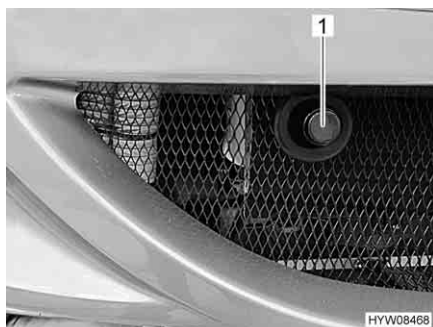

Fig. 48 Copertura per l'alloggiamento dell'occhione di traino
- Rimuovere la copertura (Fig. 48,1).